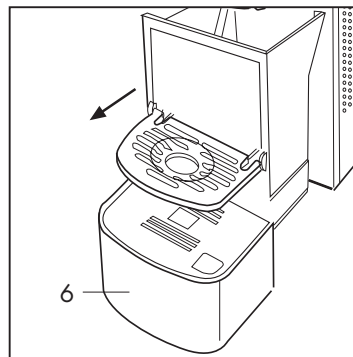

Fig. 24
El portacápsulas puede contener al máximo 14 cápsulas, por lo tanto es oportuno vaciarlo regularmente para evitar que las cápsulas se atasquen. Para hacer esto, es necesario retirar el vaso (13) y extraer el portacápsulas (6) (**Fig. 24**)